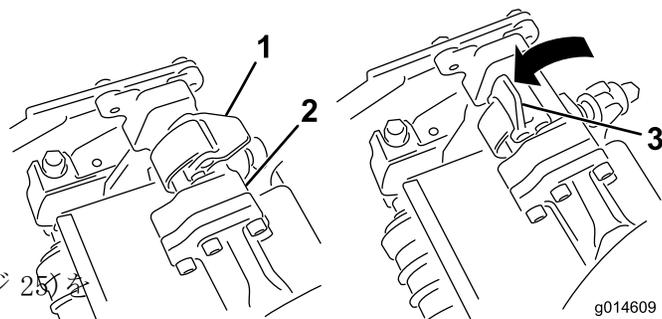
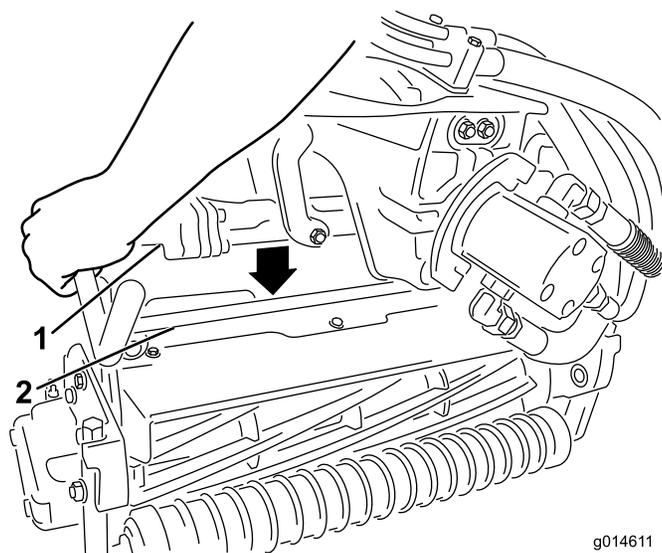

図 36
図 37
4. サスペンション・アームのバーについているラッチを上向き（開いた状態）にして（図 36）、サスペンション・アームを押し下げて、バーを、カッティングユニットのバーの上に被せるようにする（図 37）。
5. ラッチを下げて閉じるとカッティングユニットのバーがロックされてユニットがアームにセットされる（図 36）。
5. 取り外したいカッティングユニットのサスペンション・アームのバーについているラッチを開く (図 36)。